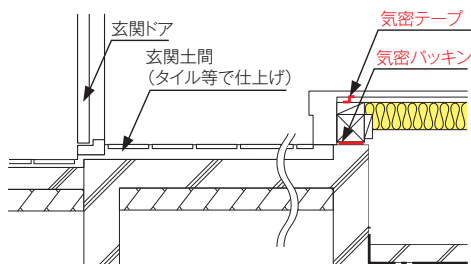

図1-3 玄関、土間床
- ・ 玄関・勝手口の土間床部分の断熱は省略することができます（図1-3）。